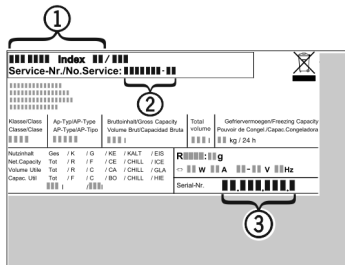

Fig. 12
- ▶ Назва пристрою Fig. 12 (1), сервісний номер Fig. 12 (2) та серійний номер Fig. 12 (3) вказані на табличці типів. Табличка типів знаходиться всередині пристрою, зліва.
- ▶ Повідомте сервісну службу про характер неполадки, назву пристрою Fig. 12 (1), сервісний номер Fig. 12 (2) та серійний номер Fig. 12 (3).